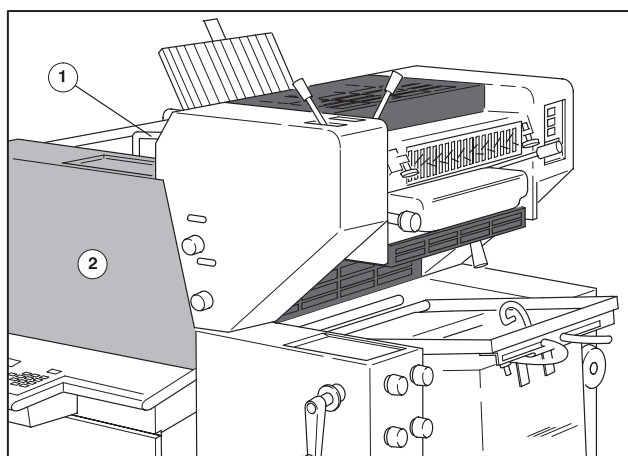

Рис. 7 QM 46-2, откройте защитное ограждение
- ❶ Откройте защитную дверь на стороне обслуживания (Рис. 7/❷), насадите кривошипную рукоятку.
- ❷ Откройте защитное ограждение над формным цилиндром (Рис. 7/❶).